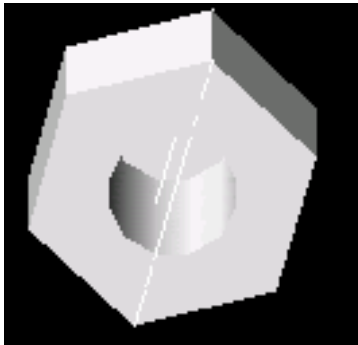

图 9-2-7
STEP 02 运用布尔差集运算对圆柱进行减除，从而产生了螺帽的螺纹孔，用“体着色”工具对其着色后如图 9-2-7 所示。具体操作如下：
执行完成上述操作后，单击着色工具栏上的体着色按钮，即可把图形着色成如图 9-2-7 所示。